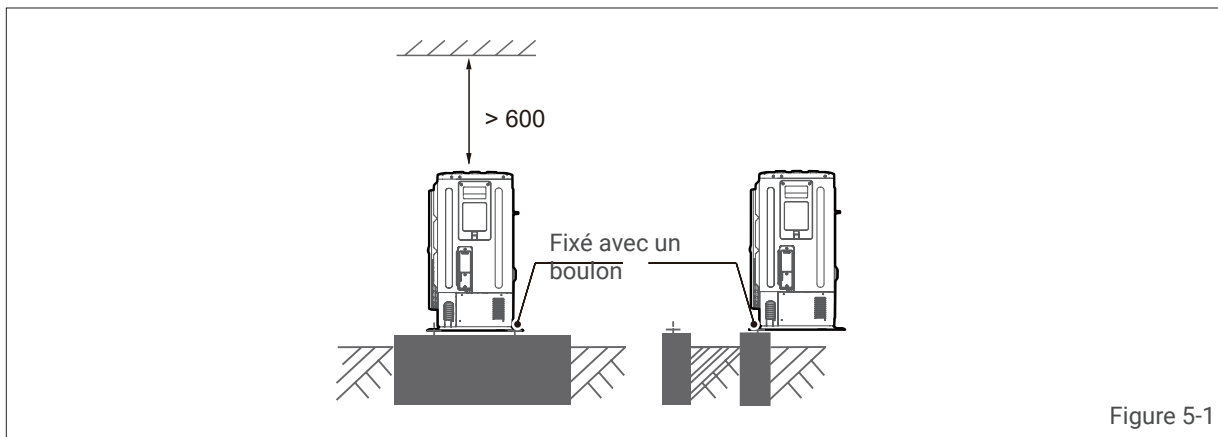

Figure 5-1
- Réalisez une fondation en béton conformément aux spécifications des unités extérieures (voir la Figure 5-1).
- Fixez fermement les pieds de cet appareil avec des boulons pour éviter qu'il ne s'effondre en cas de tremblement de terre ou de vents violents (voir la figure 5-1).